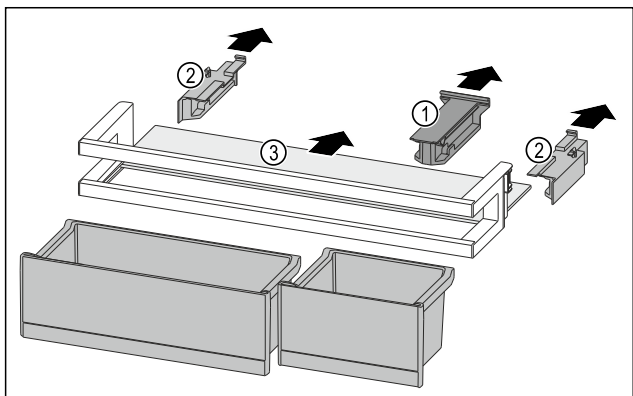

Fig. 116
- ▶ 拉出定位件 Fig. 116 (1)。
- ▶ 拉出侧面部分 Fig. 116 (2)。
- ▶ 取出搁板 Fig. 116 (3)。